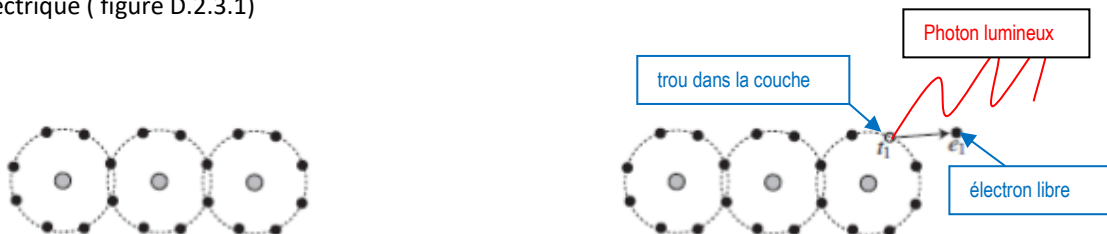

Figure D.2.3.1 : Cristal au repos : charge électrique neutre devient libre
- Ce photon lumineux communique son énergie à l'électron, qui se trouve alors éjecté de l'atome sous forme d'électron libre ( de charge électrique négative) ; cela a pour conséquence de créer un manque d'électron, un « trou » sur la couche ( 7 électrons au lieu de 8 ), qui est assimilable à une charge positive ( par absence de charge négative ). Ce phénomène a finalement créé une paire « électron – trou »25, qui peut permettre l'établissement d'un courant électrique ( figure D.2.3.1)